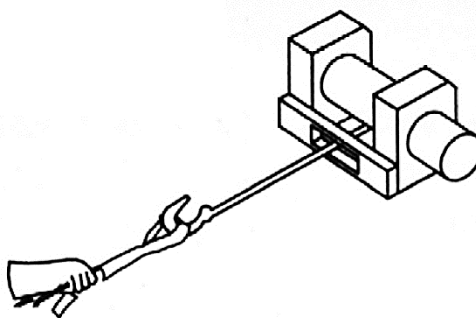

Рисунок 9.
**Внимание:** Всегда используйте защиту для рук (рисунок 9). Не хватайтесь за крюк голыми руками. Это важно не только при намотке троса, но и при снятии троса с лебедки под напряжением.